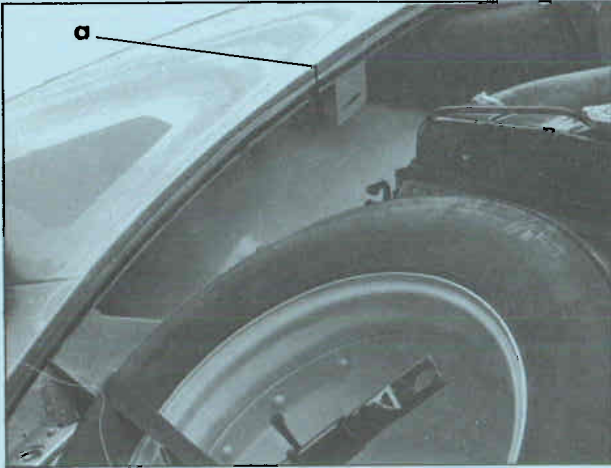

Fig. 19
12. Voorspatschermen (afb. 19)